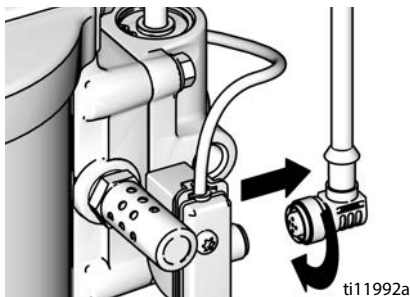

Рис. 9. Отсоединение модуля DataTrak
1. Отсоедините кабель от задней поверхности блока герконовых переключателей. См. Рис. 9.